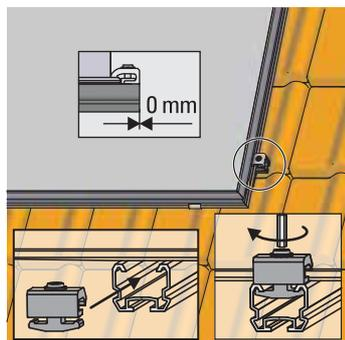

Figura 3-20 Controllare la posizione di montaggio corretta, inserire la piastrina di bloccaggio singola nella guida di montaggio inferiore e avvitare saldamente
4. Spostando lateralmente il collettore piano, disporlo di fronte alle due estremità esterne di sinistra delle guide profilate di montaggio finché la distanza tra il profilo del collettore e il bordo esterno delle guide non è di ca. 25 mm (Figura 3-20).
Spingere la piastrina di bloccaggio singola lateralmente nella guida profilata di montaggio (bordo a filo) e avvitare saldamente con una chiave a esagono cavo (Figura 3-20).